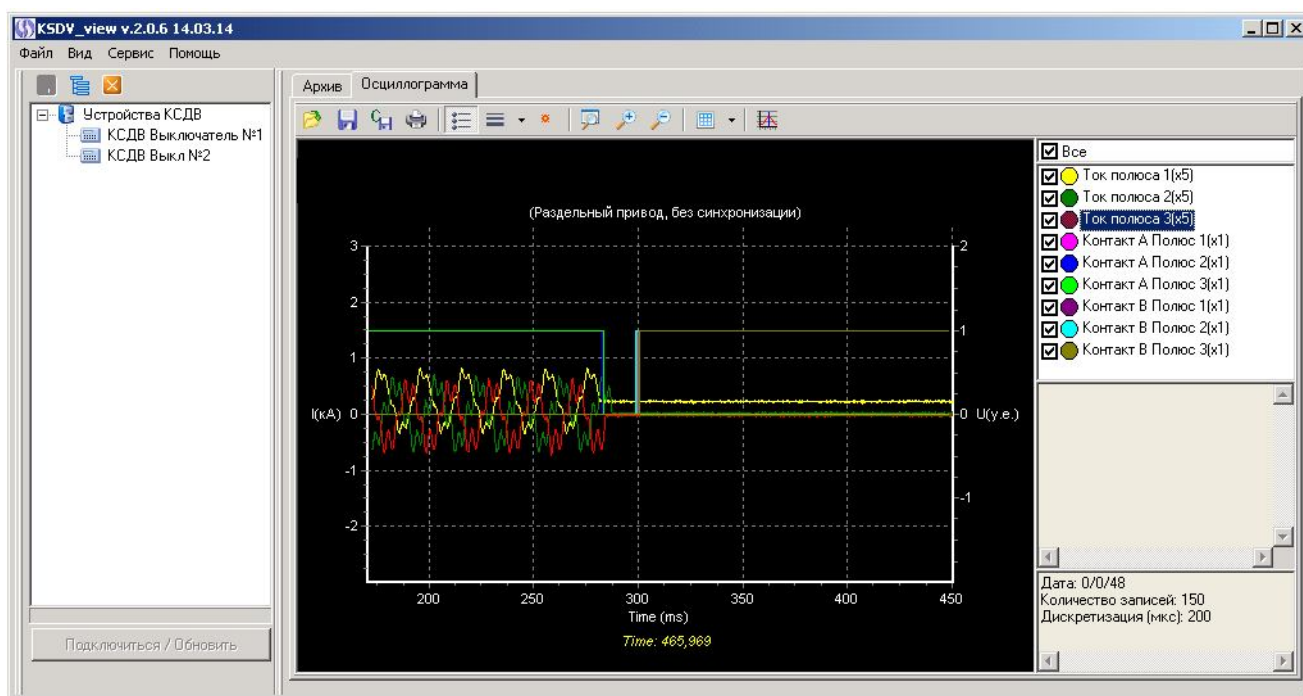

Рисунок 18
3.4.4.20 Раскрыть список осциллограмм и выбрать последнюю нижнюю осциллограмму (Рисунок 18). Убедиться, что на осциллограмме отображаются сигналы токов выключателя